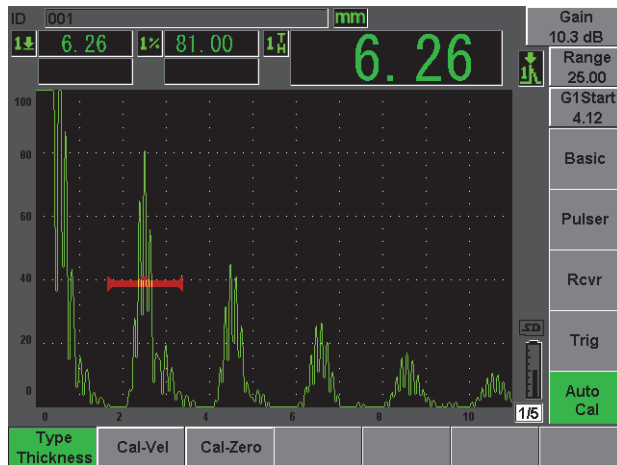

Figure 2-13 Menu Auto Cal (Étal. autom.)
4. Sélectionnez le menu **Auto Cal (Étal. autom.)** [voir la Figure 2-13 à la page 51].